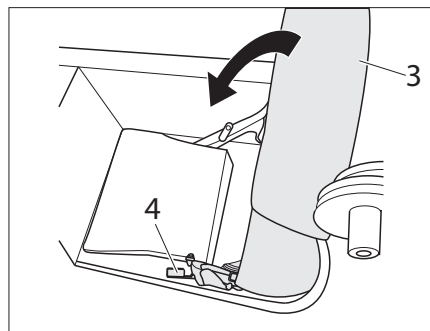

Fig. 225 Déplacer le dossier dans le caisson de rangement
- Actionner le levier 2 (Fig. 225,4) et déplacer le dossier (Fig. 225,3) dans le caisson de rangement.